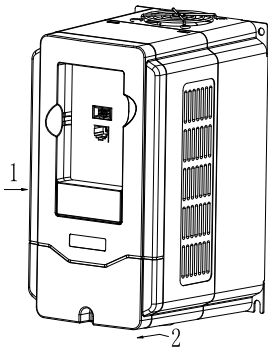

图 3-5 盖板的拆卸
- ◆ **拆卸:**用十字螺丝刀把固定面板螺钉卸下来,即可卸下面板,如图 3-5 所示。